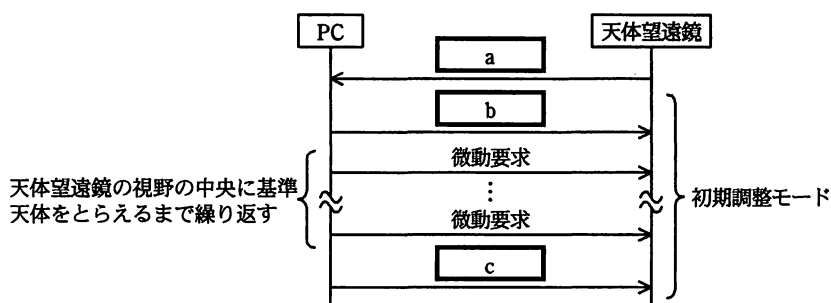

図4 初期調整モードのシーケンス図
- (1) 図4に示す初期調整モードのシーケンス図において、a ～